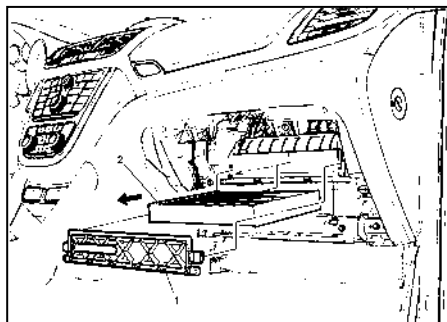

Fig. 16
4. Retirez les attaches du couvercle du filtre à air d'habitacle et retirez le couvercle (voir Fig. 16).